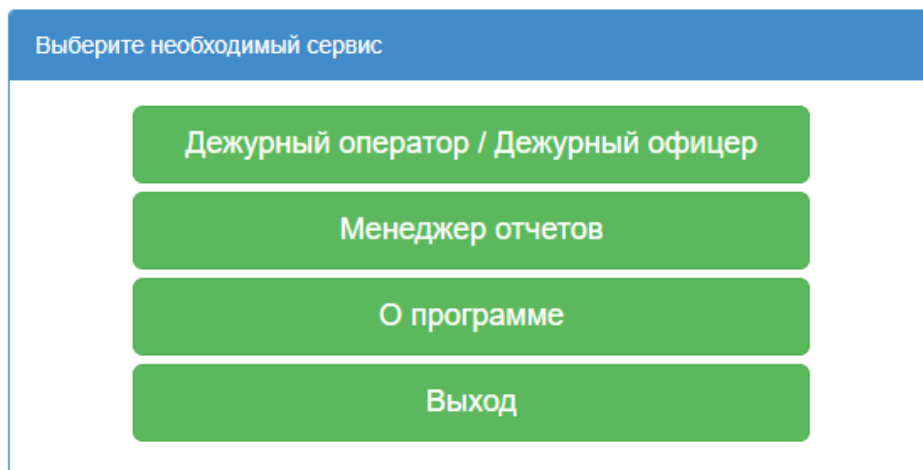

Рисунок 5
3.2.6.2 Используя сенсорную клавиатуру на дисплее, ввести логин и пароль. Нажать «Войти», на ЖК-дисплее появится панель управления (рисунок 5):